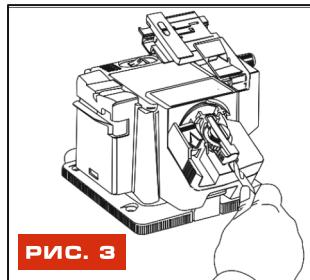
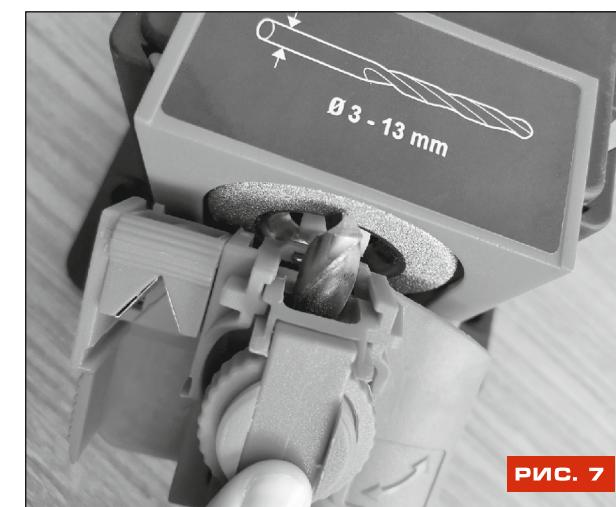

РИС. 3
РИС. 7
8. Поместите зажимное устройство со сверлом в направляющее отверстие в центре шлифовального диска (рис. 3, рис. 7).